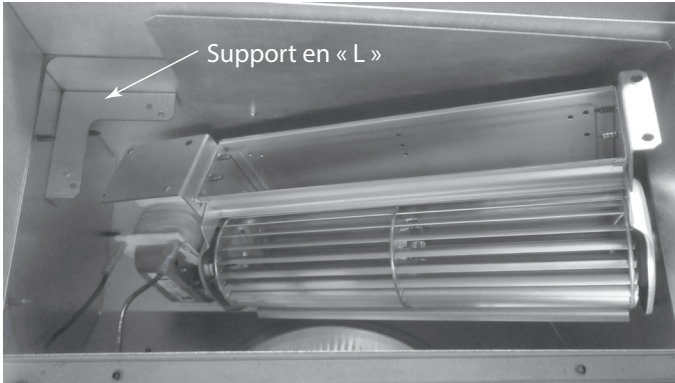

Figure 3.29
- Insérez le ventilateur dans son boîtier en commençant par l'extrémité du moteur. Glissez-le sous le support de fixation en « L » sur le côté gauche en permettant au côté droit de s'enfoncer. Voir la figure 3.29.